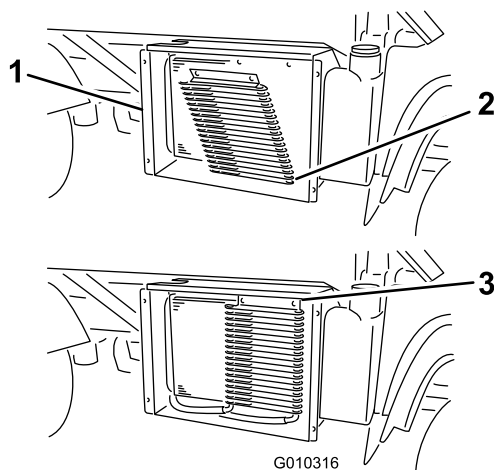

図 54
6. ラッチを外し、オイルクーラを装備している場合にはそれを倒してラジエーターから遠ざける 図 54。